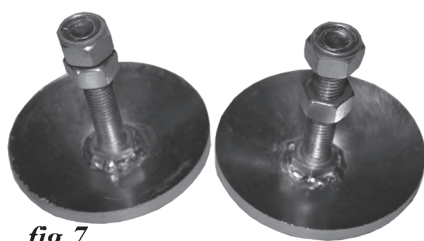

fig.7
- Si ce n'est déjà fait, vissez un écrou M18 sur l'arbre de chaque patin (fig.7). En supposant que l'ensemble de lame est maintenue dans un position verticale, insérer les patins par le bas dans le support déjà attaché à la lame. Et tenir en place avec un écrou Nylock, voir (fig.8). Installer temporairement le patin pour qu'il soutienne la lame a environ 1 cm (1/2 pouce) au-dessus du sol. Ceci serait la hauteur normale de la surfaces pavées, mais vous pouvez faire varier la hauteur en fonction des conditions.